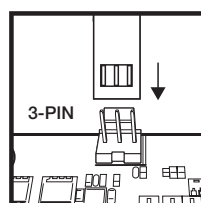

图2
- > 将泵上带扣的线缆连接至主板上的 CPU_FAN 接头 (图2)。